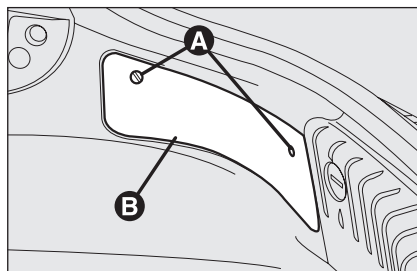

fig. 30
Pour accéder à toutes les ampoules énumérées précédemment, ouvrir le coffre à bagages, agir les dispositifs **A-fig. 30** et enlever le volet **B**.
- ☐ ouvrir le coffre à bagages et le volet comme indiqué précédemment (voir **fig. 30**);